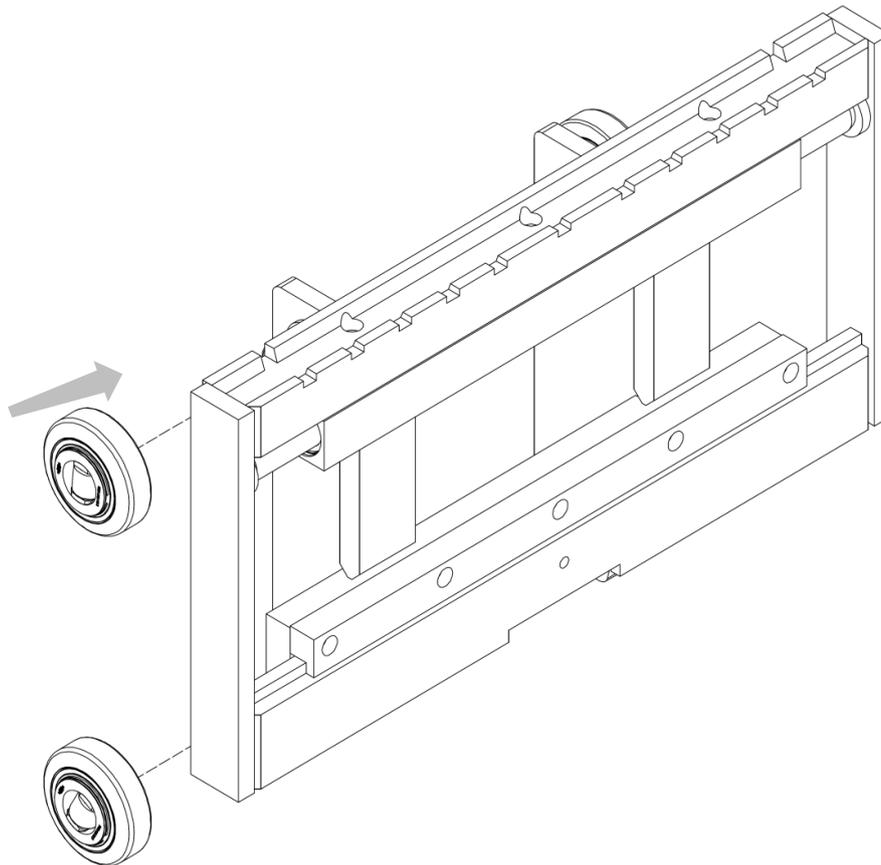

Figure 9
4. Accoupler les rouleaux de glissement du montant aux goupilles réalisées sur les épaulements (voir *Figure 9*, dans cette image, comme dans les suivantes, les roulements, les épaulements et les montants représentés seront purement indicatifs, dans le seul but de montrer le montage correct de l'équipement).